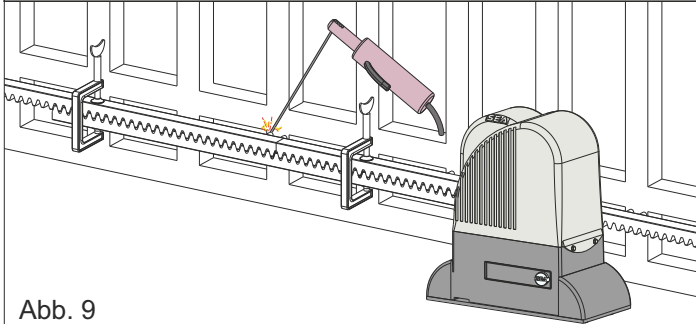

Abb. 9
5.4. Sicherstellen, dass sämtliche Zahnstangenglieder bindig aneinandergereiht und ordentlich verlegt wurden (synchronisierte Verzahnung). Es wird empfohlen, zwei aufeinanderfolgende Elemente einem dritten Element gegenüberzustellen, wie in Abb. 9 angegeben;